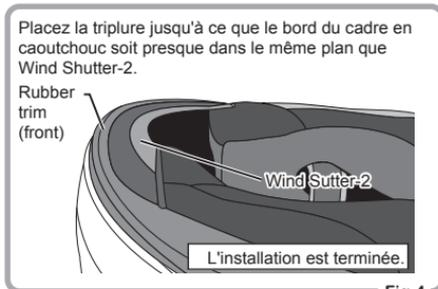

Fig.4
- ④ Enfoncez la triplure jusqu'à ce que le bord du cadre en caoutchouc soit presque dans le même plan que l'obturateur de vent-2. La fixation de l'obturateur de vent-2 est terminée (Fig.4).